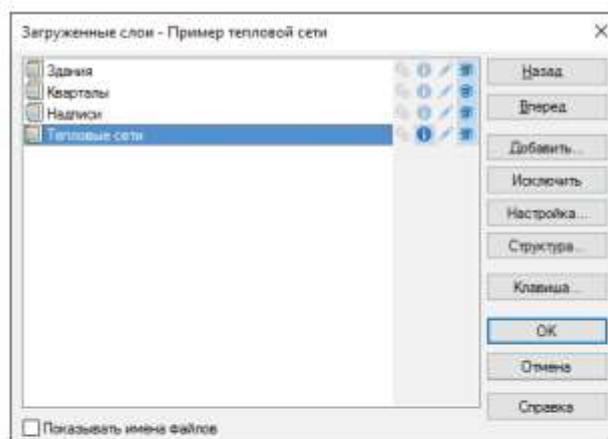

Рисунок 12.3. Окно выбора слоя
3. Нажмите кнопку Слой..., выберите слой рассчитываемой тепловой сети в открывшемся диалоге (смотрите Рисунок 12.3, «Окно выбора слоя») и нажмите кнопку ОК чтобы подтвердить выбор и закрыть диалог.